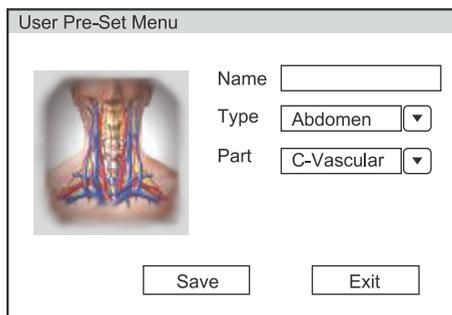

Figura 6-2 User pre-set Menu Screen [Tela do Menu de pré-configuração do usuário]
4. Clique em Yes na caixa de diálogo pop-up para entrar na tela do Menu User PreSet [menu de pré-configuração do usuário], conforme mostrado na Figura 6-2.